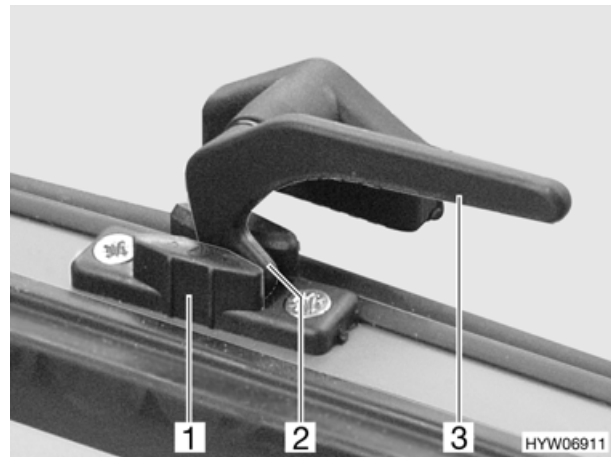

Bild 32 Ausstellfenster, Fenstergriff in Stellung "Dauerbelüftung"
- Dauerbelüftung (Bild 32)
- Fenstergriff (Bild 32,3) am Ausstellfenster öffnen.
- Fenstergriff wieder zurückdrehen. Die Verriegelungsnase (Bild 32,2) dabei in die Aussparung der Fensterverriegelung (Bild 32,1) einfahren.